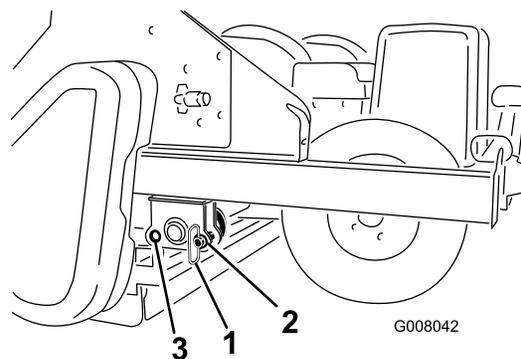

Figura 16
1. Retire os pinos de armazenamento da posição traseira dos orifícios (Figura 16).
2. Desça lentamente o processador até que assente no rolo traseiro e pneus. Instale os pinos de armazenamento na posição frontal dos orifícios (Figura 16).